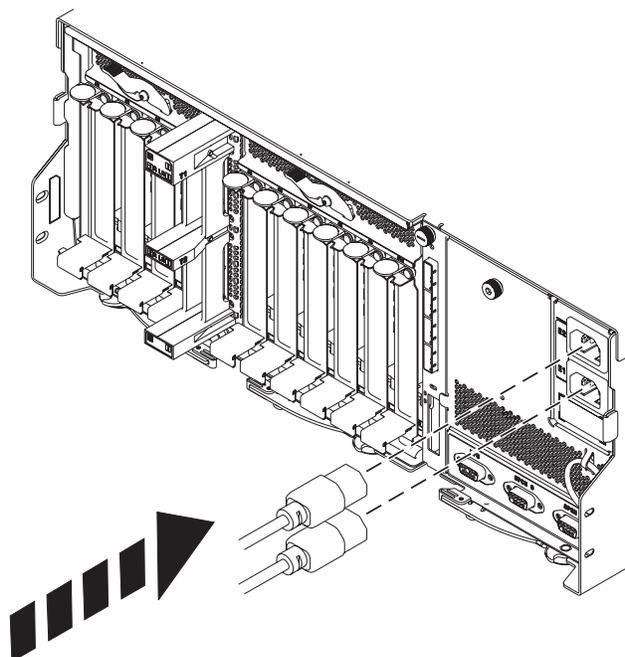

Figura 9. Conexión de los cables de alimentación
11. Conecte los cables de alimentación a la parte posterior del alojamiento, como se muestra en la Figura 9.